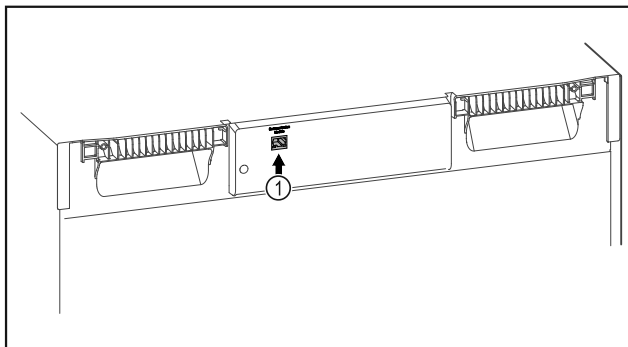

Fig. 110
- ☐ SmartModule Fig. 110 (1) on sisse pandud.